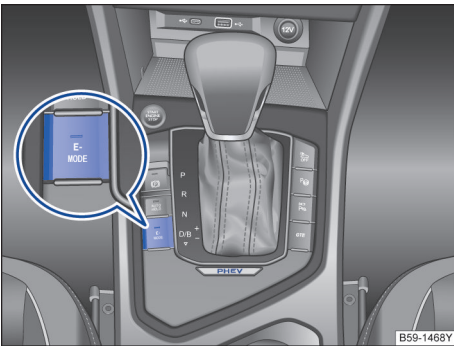

图 109 运行模式选择按钮
- 按压按钮→图 109；
如果在以 E-MODE 纯电动模式行驶的过程中，所需的条件不再能够满足，则随着发动机的启动退出纯电动行驶。在这种情况下，组合仪表的显示屏中显示 (P)，按钮→图 109 中的指示灯熄灭。